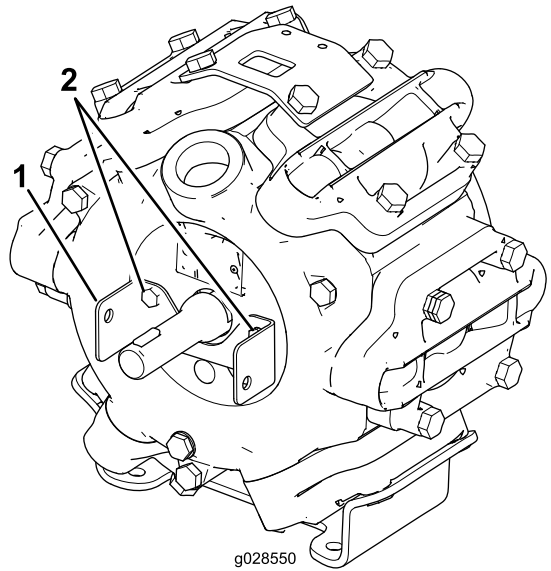

Figura 2
3. Montare la staffa dello schermo di protezione dell'albero motore sulla pompa dell'irroratrice con i 2 bulloni rimossi al passaggio 1 come illustrato in Figura 2.